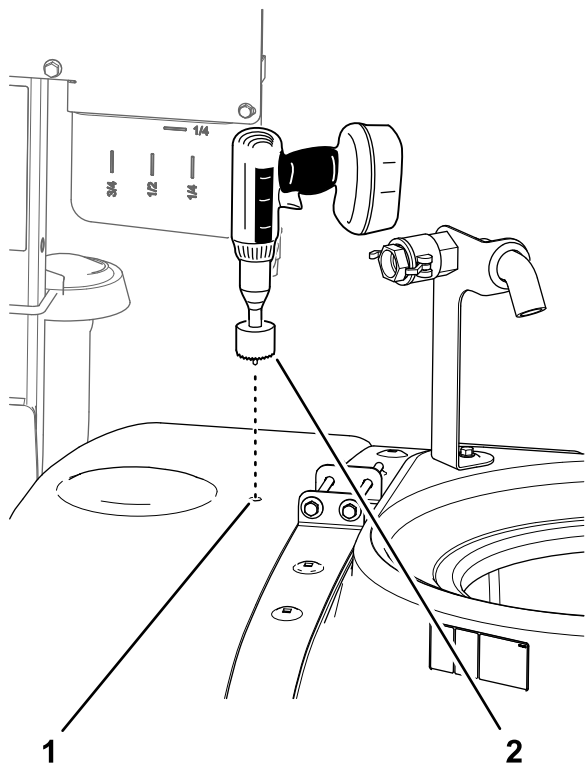

Figura 19
7. Ripetete i passaggi da 4 a 6 nel segno di foratura anteriore (Figura 19).